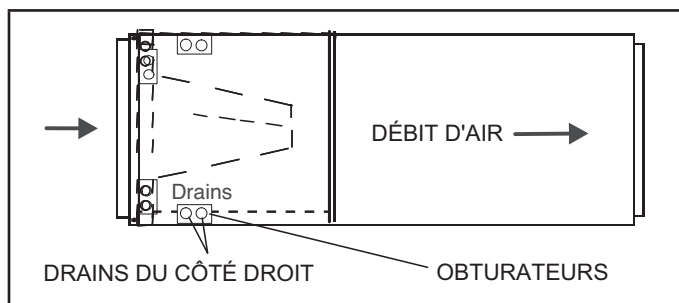

FIGURE 2. Configuration pour refoulement du côté droit
- 4 - La configuration horizontale est illustrée à la figure 2.